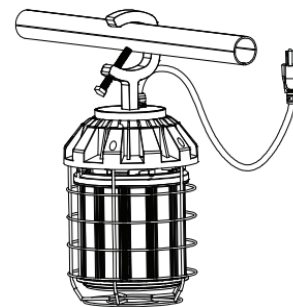

Figure 2
- 3: Fixez le luminaire sur une surface de montage en serrant la vis de montage. (Figure 2)